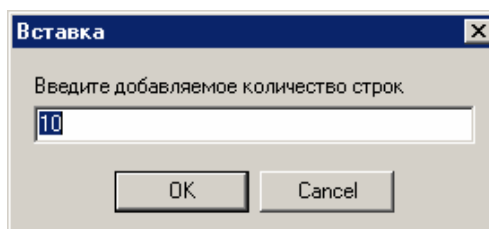

Рисунок 16 – Вставка строк таблицы луча.
- выполнить команду **Правка \ Вставить** или Ctrl+V в случае однократного копирования, хотя возможно выполнять эту команду требуемое число раз, но при большом количестве вставляемых блоков лучше воспользоваться командой **Правка \ Вставить** несколько раз, в открывшемся окне указать количество добавляемых строк (рисунок 16)